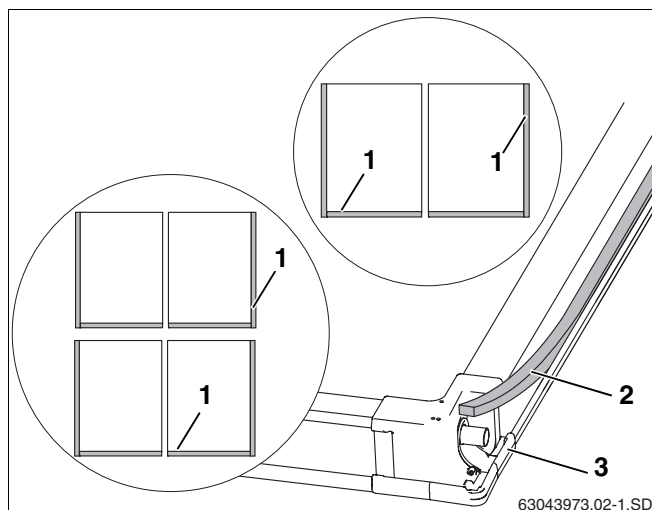

Fig. 20 Parte posterior del colector
Las conexiones entre las chapas protectoras laterales e inferiores y los colectores (fig. 20, **pos. 1**) deben sellarse con la junta de estanqueidad.
- ▶ Coloque la junta de estanqueidad (fig. 20, **pos. 2**) con el lado del adhesivo hacia delante en la empuñadura de los lados exteriores de los colectores situados en los extremos y en cada colector situado en la parte inferior (fig. 20, **pos. 1**) incl. las uniones de las esquinas (fig. 20, **pos. 3**).